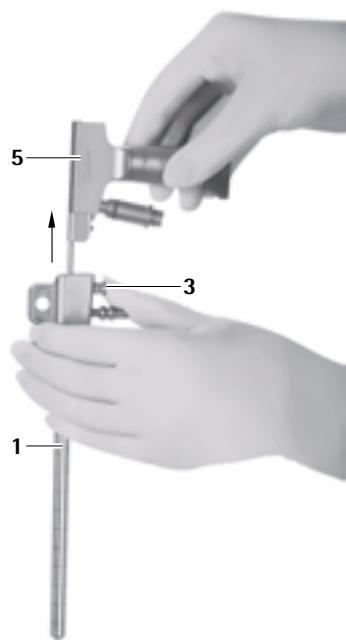

Fig. 8
- Appuyer sur le bouton de déverrouillage **3** et retirer l'endoscope **5** hors du trocart MINOP inVent **1**, voir Fig. 8.